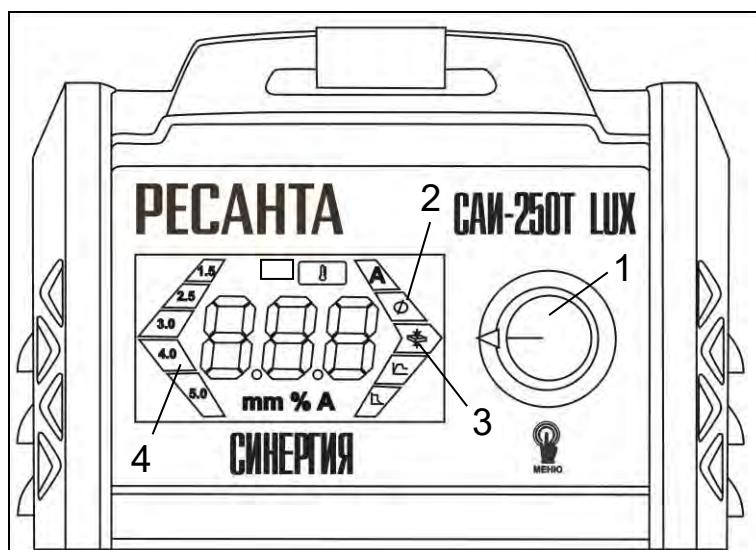

Рис.3 Управления режимами/функциями в синергетическом режиме
1.Переключение аппарата в Синергетический режим осуществляется путем длительного нажатия на регулятор 1 (рис.3). При каждом нажатии осуществляется переключение между функциями:
2. Выбор электрода осуществляется путем вращения регулятора 1(рис.3). При этом на дисплее указывается ток, подходящий для выбранного электрода.
3. Установка величины толщины металла 3(рис.3) осуществляется вращением регулятора 1(рис.3) для более точной подстройки параметров. После фиксации толщины металла на дисплее отобразится диаметр электрода и величина тока.
В Синергетическом режиме функции Горячий старт 5(рис.3) и Форсаж дуги 6(рис 3) работают автоматически.
Переключение сварочного аппарата из Синергетического режима в режим Ручного управления необходимо осуществить длительное нажатие на регулятор 1(рис.3).
- При завершении шва отведите электрод немножко назад, чтобы заполнилась сварочная ванна, а затем переместите электрод на верхний край сварочной ванны (Рис 6 (1-2 рис.3)) и быстро отведите от кратера (Рис 6 (3 рис.3)).